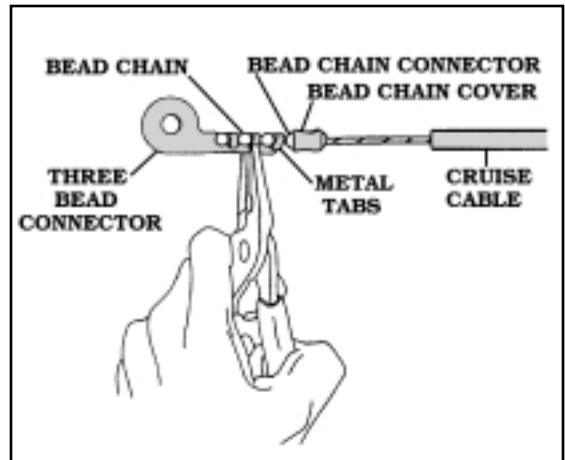

FIGURE 17
2. ATTACH THE **BEAD CHAIN** TO THE **THREE BEAD CONNECTOR**. SECURE BEADS BY FOLDING THE METAL TABS. **FIGURE 17**